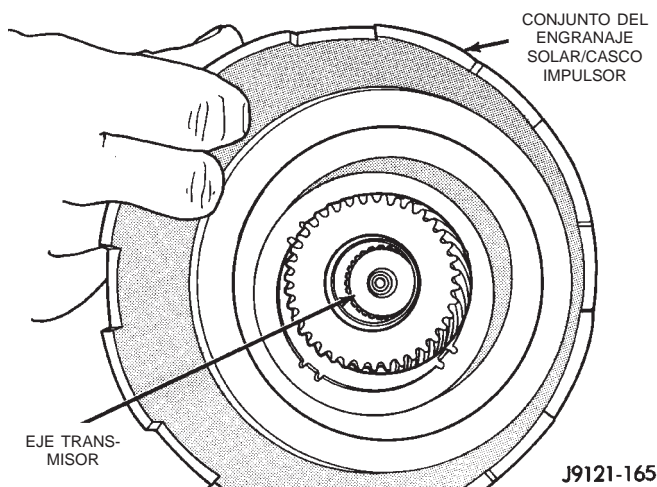

Fig. 160 Instalación del engranaje solar y el casco impulsor ensamblados en el eje transmisor
(12) Instale el casco impulsor y el engranaje solar ensamblados en el eje transmisor (Fig. 160).